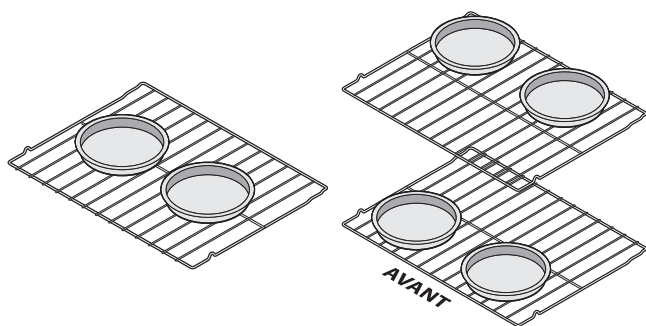

Figure 11 : Cuisson des gâteaux à étages sur deux grilles
- Pour cuire sur deux grilles, laisser au moins 5 cm (2 po) d'écart entre les aliments pour assurer une circulation d'air adéquate. Disposer les ustensiles de pâtisserie comme illustré à Figure 11.